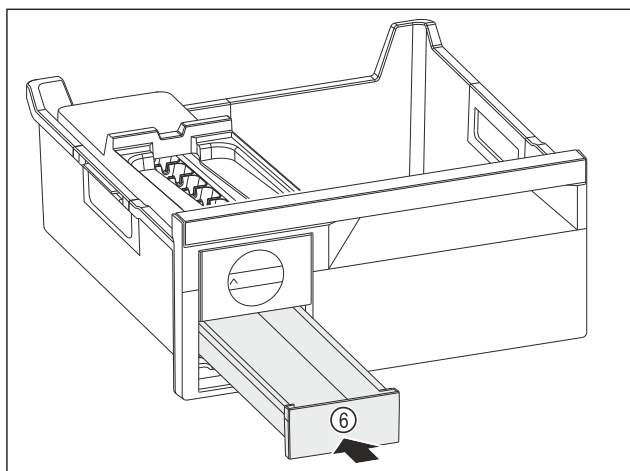

Fig. 126
- Insérer le compartiment à glaçons Fig. 126 (6).